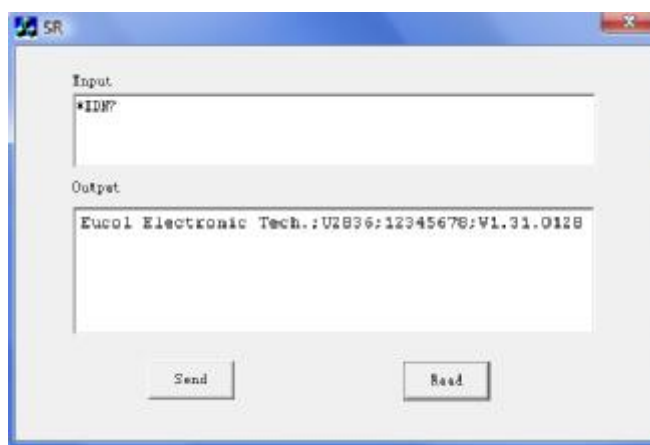

图 4-1-7
7. 保存、编译并运行程序，得到可执行文件。当仪器与PC机成功相连时，在Input下编辑框中输入一条命令，如*IDN? (*IDN?为默认输入命令)，按“Send”按键，再按“Read”按键，仪器返回的结果将显示在Output下编辑框中。如图4-1-7所示。